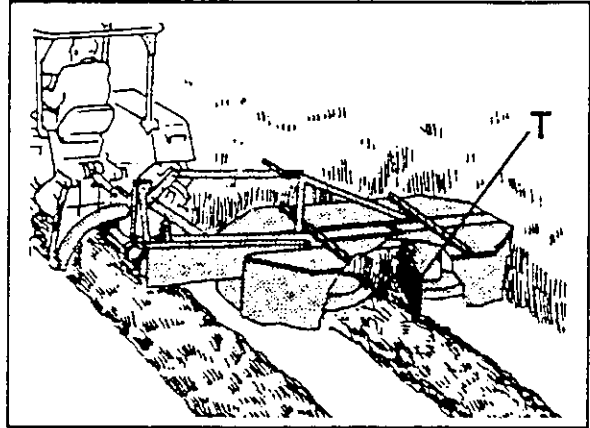

fig. 6-9
Afin de ne pas rouler sur l'andain des herbes fauchées avec un tracteur muni d'une voie et de pneus plus larges, une tôle de séparation (T) (forme-andain) est livrable en équipement spécial. Cette tôle (T) (fig. 6-9) assure une séparation toujours exacte de la récolte fauchée de celle sur pied.